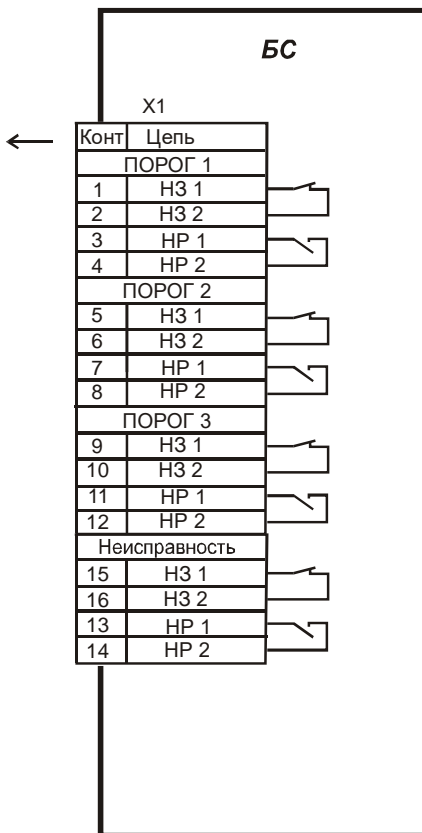

РИС.6
3) зафиксировать последовательное срабатывание световой сигнализации ПОРОГ 1, ПОРОГ 2, ПОРОГ 3 соответствующего канала на блоке сигнализации, а также зафиксировать срабатывание реле ПОРОГ 1, ПОРОГ 2 и ПОРОГ 3 - проверить мультиметром состояние контактов реле ПОРОГ 1, ПОРОГ 2 и ПОРОГ 3 на разъеме X1 блока сигнализации (см. рис. 1, поз. 9, рис. 6): нормально разомкнутые контакты реле должны быть замкнуты, а нормально замкнутые – разомкнуты или зафиксировать включение соответствующих исполнительных устройств, подключенных к блоку сигнализации;
5) зафиксировать последовательное отключение световой сигнализации ПОРОГ 3, ПОРОГ 2, ПОРОГ 1 соответствующего канала на блоке сигнализации, зафиксировать отключение реле ПОРОГ 1, ПОРОГ 2: мультиметром проверить состояние контактов реле ПОРОГ 1, ПОРОГ 2 на разъеме X1 блока сигнализации (см. рис. 1, поз. 9, рис. 6): нормально разомкнутые контакты реле должны быть разомкнуты, а нормально замкнутые – замкнуты или зафиксировать выключение исполнительных устройств, подключенных к сигнализации ПОРОГ 1, ПОРОГ 2;
8) отсоединить измерительный преобразователь от блока сигнализации (см. рис. 1, поз. 8), зафиксировать срабатывание световой сигнализации НЕИСПРАВНОСТЬ, зафиксировать срабатывание реле НЕИСПРАВНОСТЬ: мультиметром проверить состояние контактов реле НЕИСПРАВНОСТЬ на разъеме X1 блока сигнализации (см. рис. 1, поз. 9, рис. 6): нормально разомкнутые контакты реле должны быть замкнуты, а нормально замкнутые – разомкнуты или зафиксировать